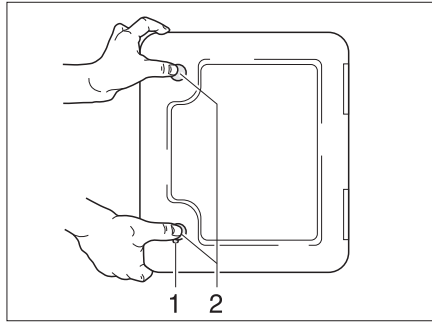

Bild 150 Klappe für Thetford-Kassette
Die Klappe für die Thetford-Kassette (Bild 150) befindet sich außen am Fahrzeug.
- Schlüssel in Schließzylinder des Druckschlösses (Bild 150,1) stecken und eine viertel Umdrehung im Uhrzeigersinn drehen.
- Beide Druckschlösser (Bild 150,2) gleichzeitig mit dem Daumen drücken und die Klappe für die Thetford-Kassette öffnen.